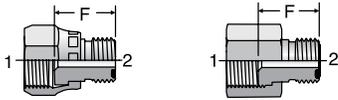

Figura 1
** Versão peça única. (figura 1)